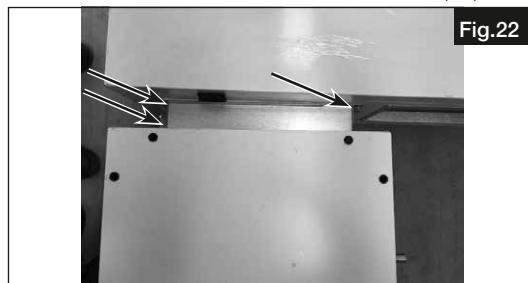

Fig.22
5. Visser la batterie à détente directe réversible (DX) avec la centrale (vis M8 x 16 ; voir Fig.22).